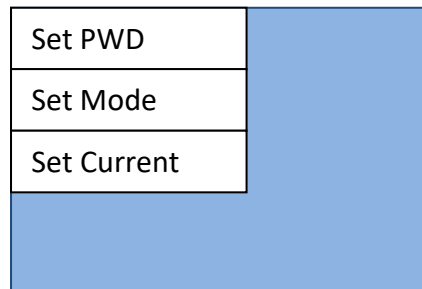
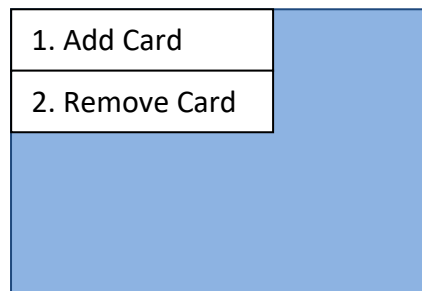

Рисунок68 - Екран налаштування пароля, режиму використання та живлення
Рис. 70 - Екран керування картою RFID
- 3) На екрані, зображеному на рисунку нижче, оберіть пункт '1. Setting' (Налаштування) 'та натисніть кнопку Підтвердити/Надіслати. Дочекайтеся, доки з'явиться сторінка Рисунок68.
- 1) На екрані Рисунок68 вибрати режим роботи "Автономний" та натиснути на кнопку "Підтвердити/Почати". Для того, щоб налаштування стало активним, необхідно зачекати 120 секунд, потім вимкнути і знову увімкнути пристрій.
- 2) На екрані в Рисунок68, виберіть пункт '3. Management' (Керування) і натисніть Підтвердити/Надіслати. Дочекайтеся, доки з'явиться сторінка Рис. 70.